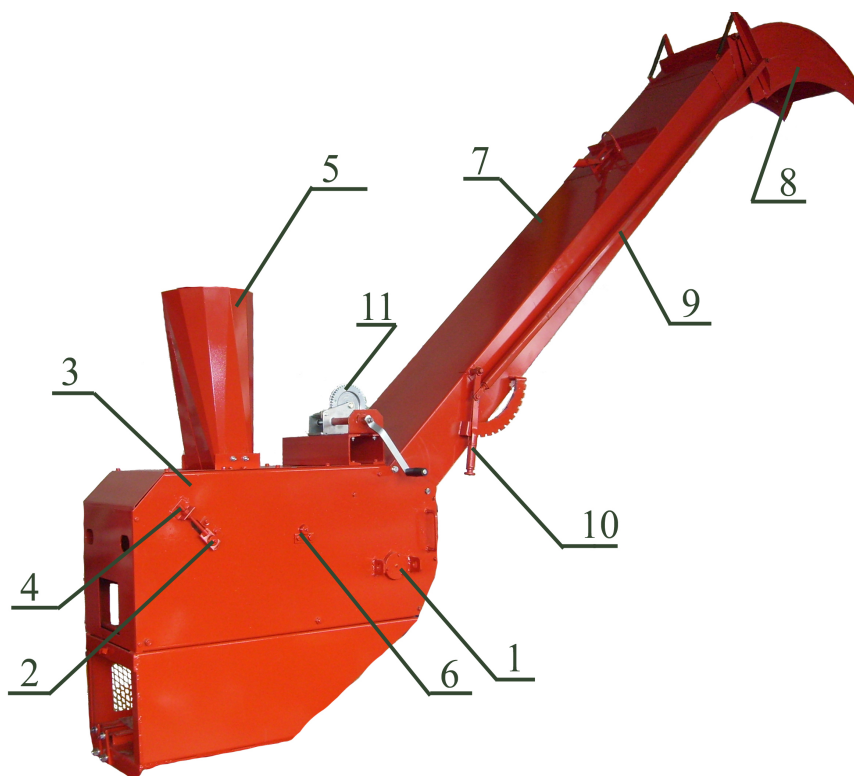

Рис.5
3.5. Триммер (рис.5) состоит из корпуса 3, представляющего собой сборную конструкцию, из двух барабанов - ведущего 1 и натяжного 2, катушки 6, патрубка 5 направляющей трубы 7, с откидным носком 8, носок поднимается с помощью тяги 9 и рычага 10, и фиксируется. На корпусе триммера установлена лебёдка подъёмного устройства 11. Сборная конструкция корпуса триммера состоит из 2-х жестких боковин, с закрепленными на них корпусами подшипников для ведущего барабана и крышки.